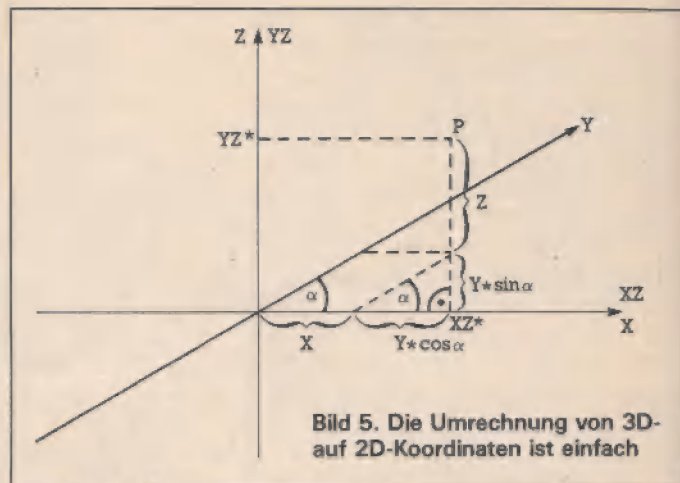

Bild 5. Die Umrechnung von 3D- auf 2D-Koordinaten ist einfach
In Bild 5 sehen Sie, wie der Y-Wert in seine X- und Z-Komponente zerlegt wird. Die Koordinaten des darzustellenden Punktes (P) sind dabei wesentlich vom Betrachtungswinkel abhängig. Das ist der Winkel (alpha), un-